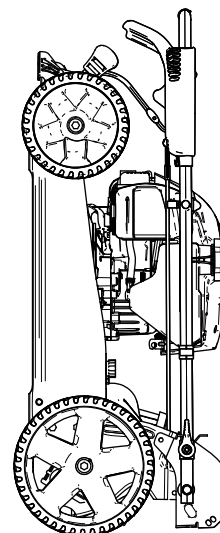

Figura 22
6. Ridicați partea frontală a mainii cu ajutorul mânerului și mutați-o într-un spațiu de depozitare (Figura 22).